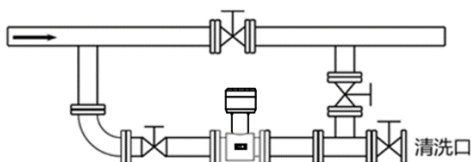
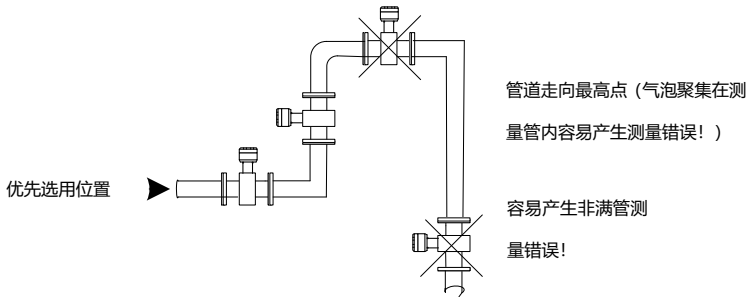
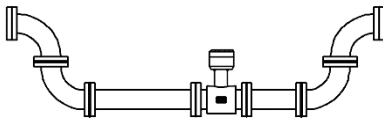

图 8
图 9
图 10
(1) 位置
(2) 避免磁场干扰
(3) 直管段长度
- 为确保流量计的测量精度，建议应保证传感器上游直管段长度至少应为 5 倍管径(5D)，下游直管段长度至少应为 3 倍管径(3D)。(参见图 8、图 9)
(4) 维修空间
(5) 对工艺上不允许流量中断的管道
- 在安装电磁流量计时应加设旁路通管和清洗口，如图 10 所示，这种装置可在流量计退出使用的情况下，保证设备系统连续工作。
(6) 电磁流量计的支撑
下图 9 为电磁流量计安装时的优先选用位置。